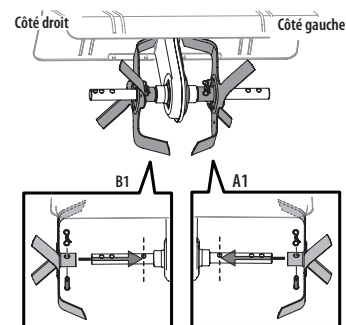

Figure 1
2. Utilisez les deux axes de chape et les deux goupilles fendues fournis dans le sac contenant le manuel. À partir de l'avant du motoculteur, installez les dents intérieures gauche (A1) sur le côté intérieur gauche de l'arbre. Installez les dents intérieures droite (B1) sur le côté intérieur droit de l'arbre. Voir Figure 1.